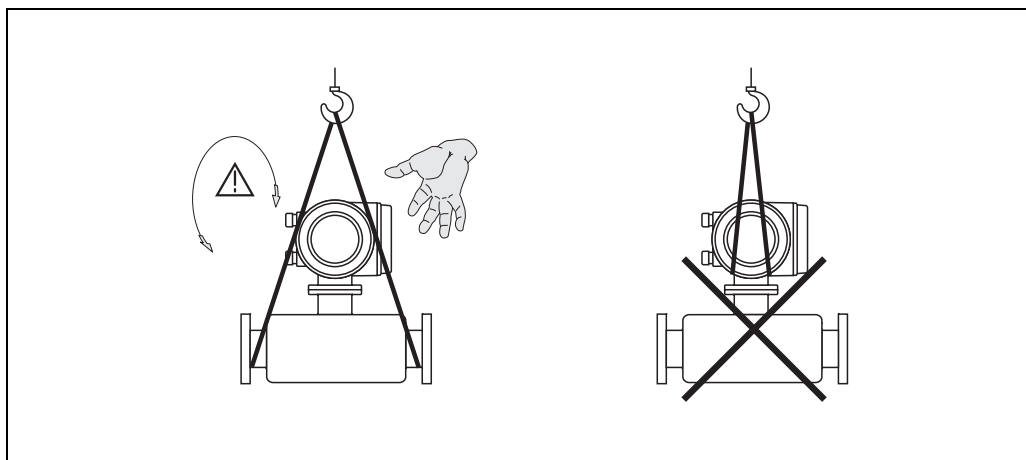

图 4: 传感器 ( $> \text{DN } 40$  ( $> 1\frac{1}{2}"$ )) 的运输指南示意图
- 请勿通过变送器外壳或分体式传感器接线盒起吊标称口径  $> \text{DN } 40$  ( $> 1\frac{1}{2}"$ ) 的测量设备 (→ 图 4)。